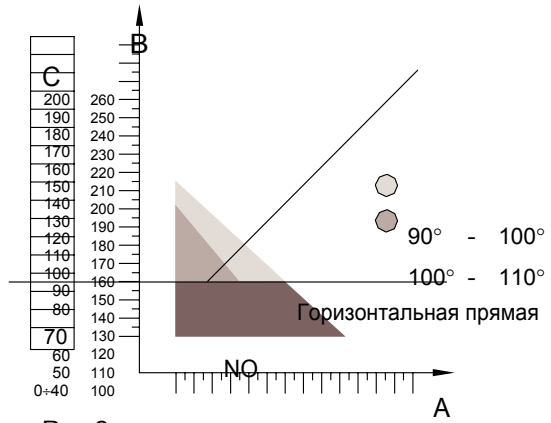

Рис.8
- 1.2 Найдите значение C на кривой и проведите горизонтальную линию (рис. 8).